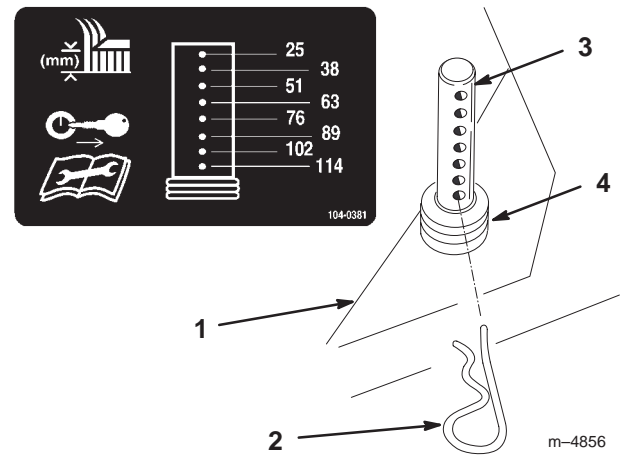

Figure 16
1. Pour changer de hauteur de coupe, retirez la goupille fendue du montant de hauteur de coupe (Fig. 16).
2. Choisissez le trou correspondant à la hauteur de coupe voulue et soulevez le côté de la machine pour aligner les trous avant d'introduire la goupille fendue (Fig. 16).